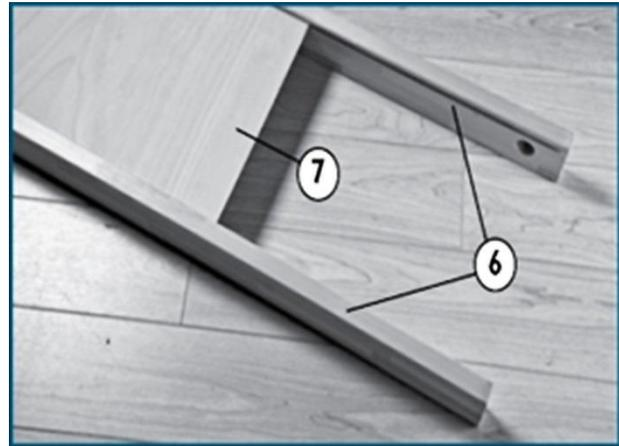

Abbildung 2
2. Schieben Sie den Regalboden (7) in die beiden Querbalken (6) (Abbildung 2).